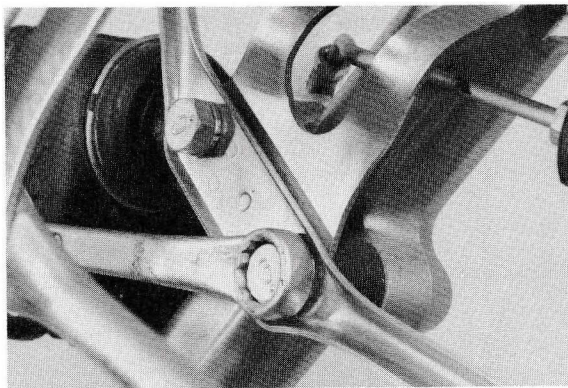

Fig. 3-3-22
- 4) Ta bort bultarna som håller tångaggregatet och därefter själva aggregatet. (Se Fig. 3-3-22)
- 4) Først afmonteres boltene, der fastholder tångaggregatet, og dernæst fjernes selve aggregatet. (Fig. 3-3-22)